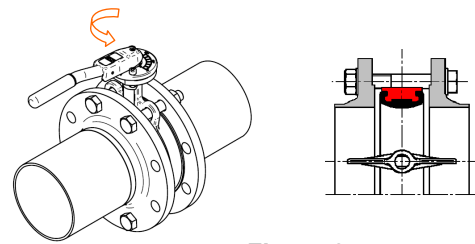

Figure 2
- 2** Centrer la vanne, en présentant plusieurs boulons d'amarrage, sans les comprimer. Mettez le disque en position parfaitement centré et ouvert avec attention de ne pas endommager leur périphérie (fig. 2).